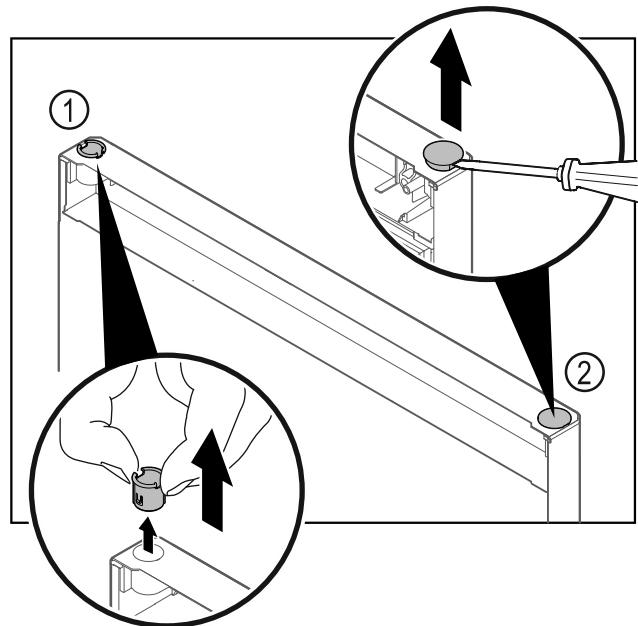

Fig. 23
- ▶ Retirer la bague Fig. 23 (1) avec les doigts.
- ▶ Soulever délicatement le bouchon Fig. 23 (2) avec un tournevis plat et le retirer.